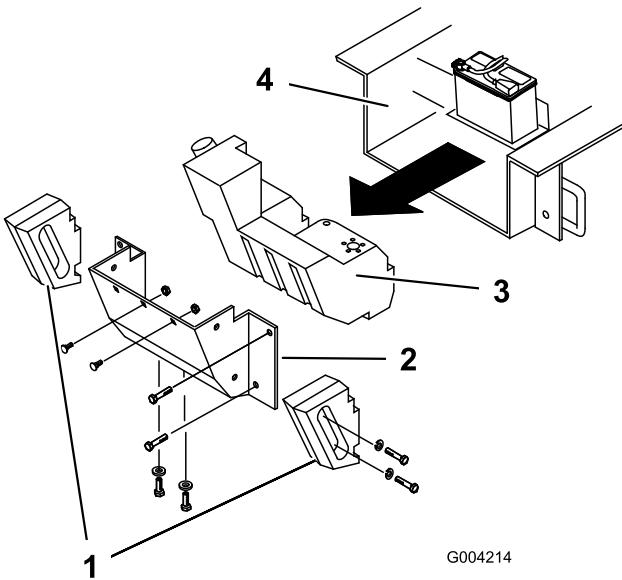

Figura 58
Con el tiempo, el chasis debajo del motor acumula suciedad y residuos que deben ser eliminados. Abra el capó e inspeccione frecuentemente la zona debajo del motor con una linterna. Cuando al acumulación de residuos llegue a 2,5–5 cm de grosor, complete el procedimiento siguiente (consulte Figura 58 para todo este procedimiento):
4. Retire los pernos, las arandelas y las arandelas de freno que fijan los dos contrapesos laterales, y retire los contrapesos (Figura 58).
7. Retire las seis tuercas y los pernos que fijan el panel trasero, y retire el panel (Figura 58).
9. Deslice el depósito de combustible hacia atrás (Figura 58).
16. Introduzca el depósito de combustible parcialmente en el chasis (Figura 58).
22. Vuelva a colocar el panel trasero y fíjelo con los seis pernos y las tuercas que retiró anteriormente (Figura 58).
24. Instale los contrapesos laterales con los pernos, las arandelas y las arandelas de freno que retiró anteriormente (Figura 58).